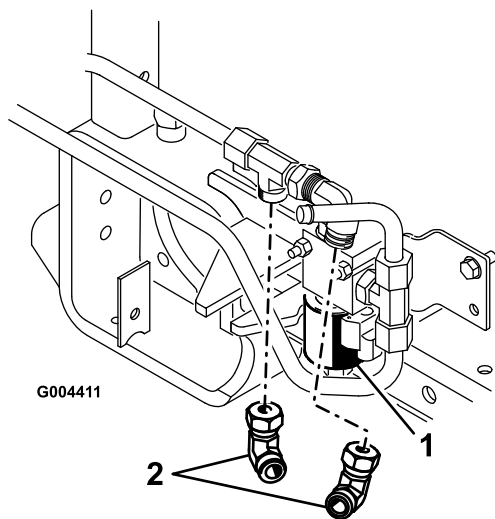

Figure 4
2. Montez les raccords coudés à 90 degrés sur la valve aux angles illustrés (Figure 4).